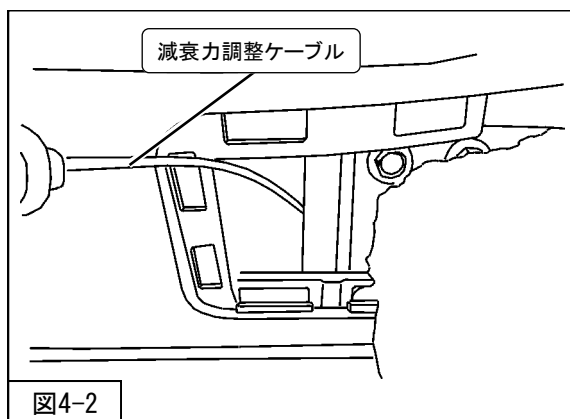

図4-2
5. アキスルビームをジャッキで下から支えながら、減衰力調整ケーブルを図の位置から車内を通し、ケーブルにダイヤルを取付け、スクリュで固定してください。スクリュの締付けは六角レンチ（1.5mm・同梱品）を使用してください。（図4-2）
④リアサスペンションASSYローア取付ボルト